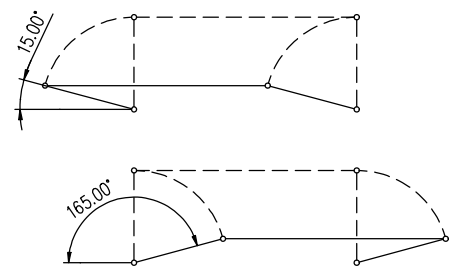

Рис. 3
- При сборке рычажного механизма следите затем чтобы угол между рычагом и тягой не был меньше 15° и больше 165° (Рис.3).